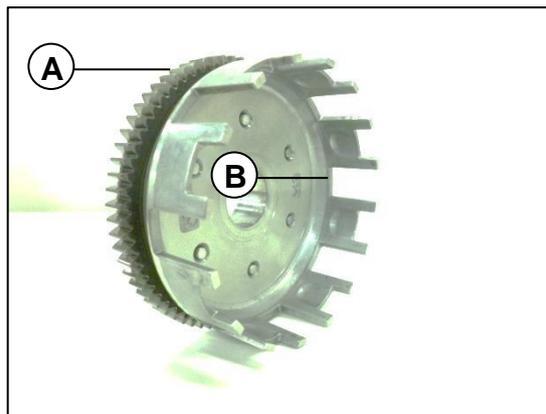

Fig. 12
Realice una inspección visual del piñón (A) de la manzana de clutch y de las aberturas que alojan los discos de fricción (B), cambie si es necesario. **Fig. 12**